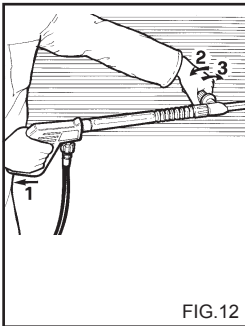
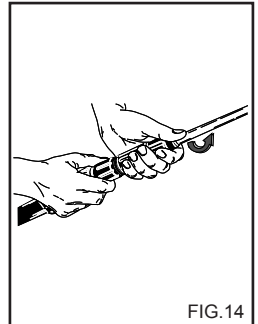

FIG.12
FIG.14
**BRUKE DET DOBLE MUNNSTYKKET ELLER DET JUSTERBARE HODET (fig. 12)**
2) Fjern forlengelsen fra håndtaket og sett inn dobbeltlinsen eller linsen med regulerbart hode (fig.14), start høytrykksvaskeren og kommandoen for oppsuging av vaskemiddelet på linsen (fig. 12, 13) og sprut på overflaten som skal vaskes nedfra og opp. La virke i noen minutter